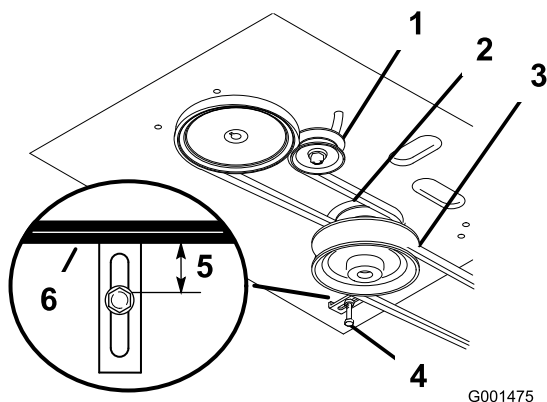

Figura 33
4. Retire la correa del cortacésped; consulte Sustitución de la correa del cortacésped (Figura 33).
- Afloje el perno de pivote lo suficiente para poder desplazar la polea tensora dentro de la ranura, y retire la correa de tracción de las poleas del motor y de la transmisión (Figura 33).
- Instale la correa nueva alrededor de las poleas del motor y de la transmisión (Figura 33).
- Desplace la polea tensora respecto al bastidor del motor para tensar la correa de tracción (Figura 33).
- Instale la correa del cortacésped (Figura 33).
- Compruebe que la guía de la correa, situada debajo del bastidor del motor, está ajustada correctamente (Figura 33).
13. Compruebe que la guía de la correa, situada debajo del bastidor del motor, está ajustada correctamente (Figura 33).